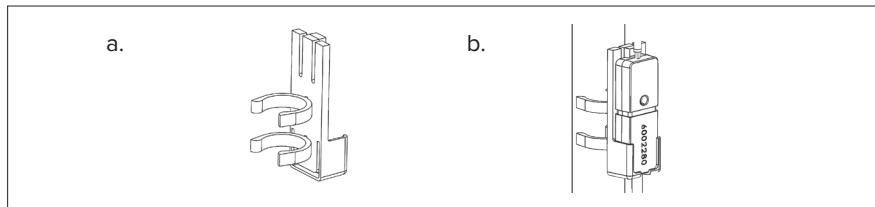

Figura 7: Conectar los clips
- a. Como se muestra en la **FIGURA 7**, conecte los clips a la parte posterior del soporte de la placa del sensor de caudal.